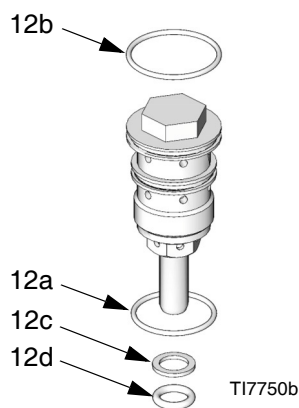

FIG. 13. Detaljskiss av original tallriksventil
4. Se FIG. 13. Skruva ur tallriksventilerna (12). De små O-ringarna (12c, 12d) följer kanske inte med ut. Ta bort från övre (1) och undre (3) locken.
6. Smörj in tallriksventilerna (12) och skruva tillbaka i övre locket (1) och undre (3) kåpan. Dra åt till vridmoment 40,6-48,8 N•m (30-36 ft-lb).